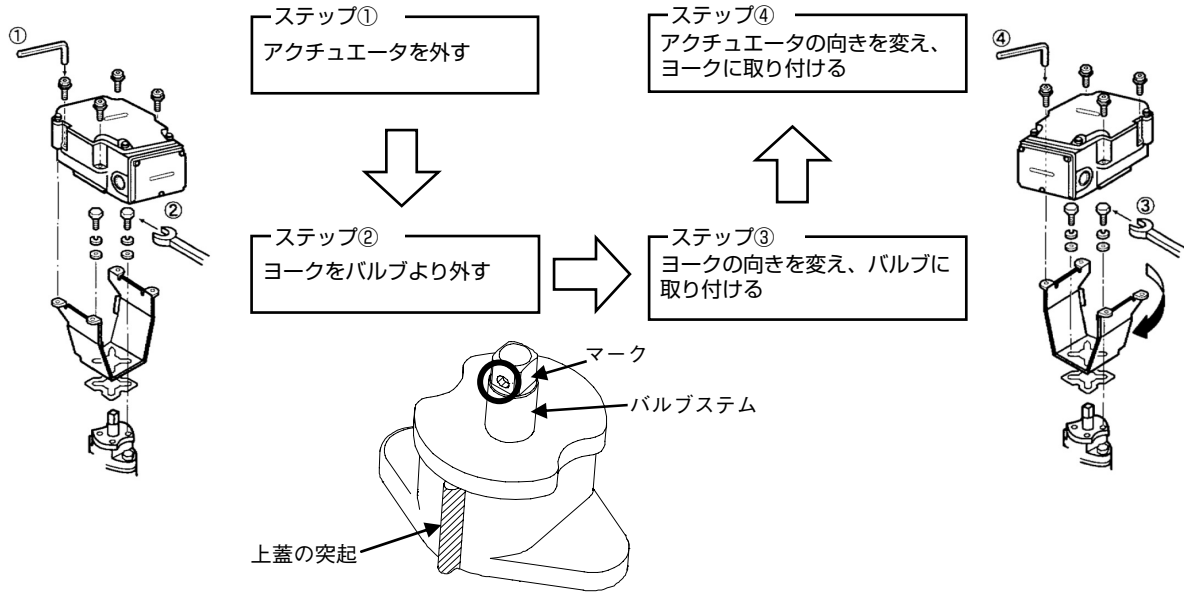

図8 接続位置の変更方法
## ■アクチュエータの接続位置の変更方法(図8参照)
- (1)本操作を行う場合、必ずAポート全開の位置で行ってください。
- (2)図8に示すアクチュエータとヨークを接続するねじを外し、アクチュエータを持ち上げ、ヨークから取り外します。(ステップ①)